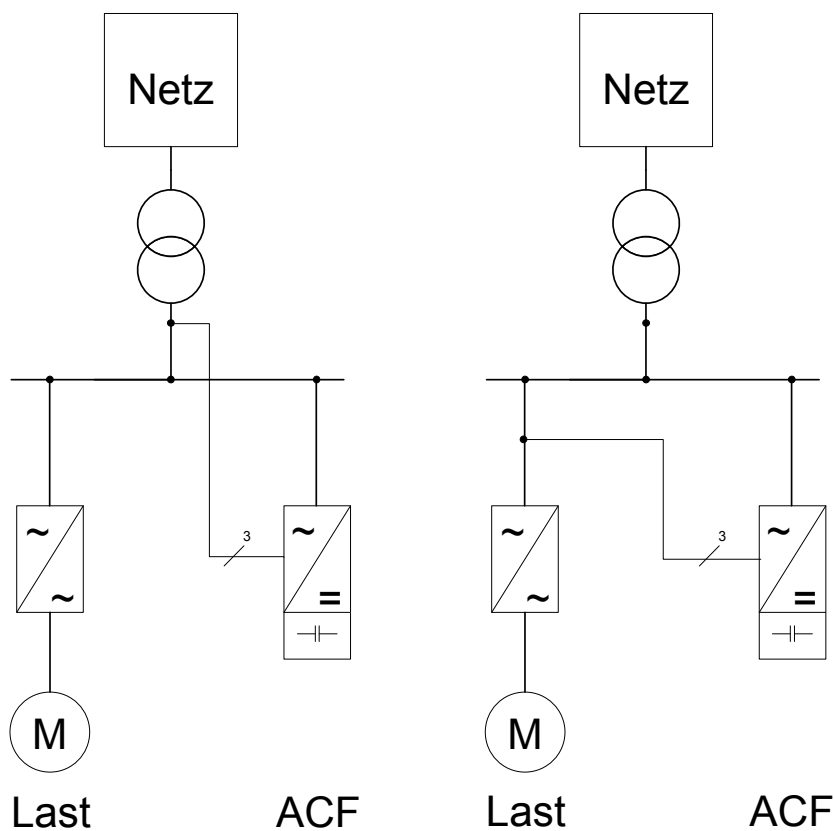

Abb. 5-6: Closed-loop Regelung
- | Die Stromwandler sind vor der individuellen Last angeordnet. Hierdurch arbeitet das Filter als Stromquelle im „gesteuerten Betrieb“, d. h. es misst nur den Laststrom und speist die entgegengesetzten Oberschwingungsströme bzw. Grundschwingung ins Netz. Es erfolgt keine Rückkopplung (open loop) der Wirkung, somit ist dieses Verfahren direkt vom Fehler des Wandlers abhängig, siehe Abb. 5-6.